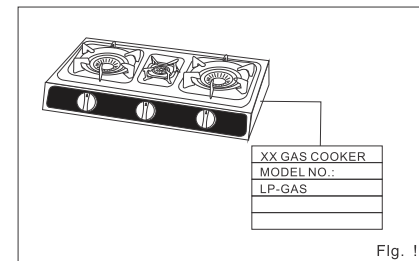

Fig. 1
• N'utilisez pas du gaz différent de l'indiqué dans ce manuel et sur la plaque accrochée à l'appareil (fig. 1). Catégorie de l'appareil : I 3B/P, I 3+